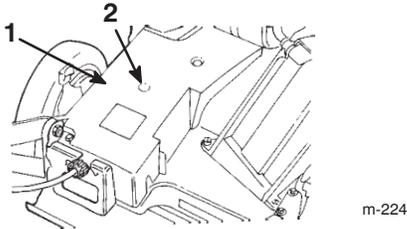

Bild 33
2. Führen Sie die Fettpresse durch die Öffnung in der Riemenabdeckung an den Schmiernippel (Bild 33).